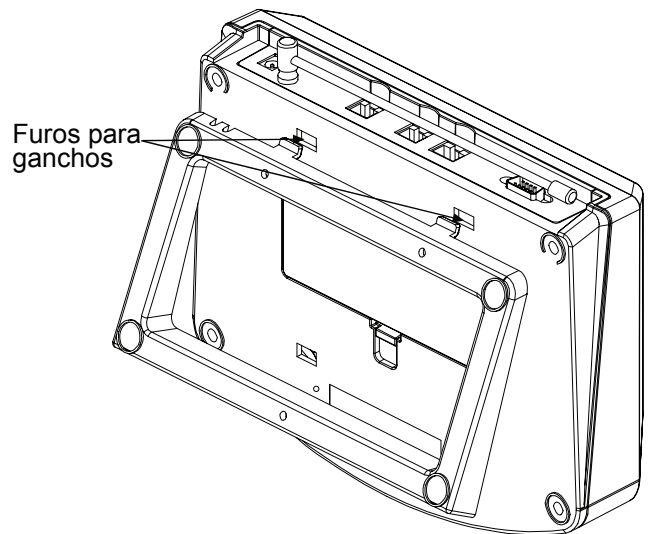

Figura 7c
3. Com o suporte montado na parede, posicione a Consola de modo que os dois ganchos superiores do suporte encaixem em seus respectivos furos, seguidamente encaixe a parte inferior (ver Figura 7c).